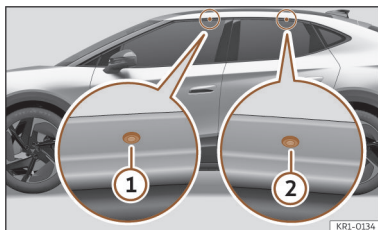

Fig. 174 Pontos de fixação das barras transversais para o porta-bagagens no tejadilho.
Os pontos de fixação dianteiros e traseiros ① e ② só se podem ver com as portas abertas >>> **Fig. 174.**